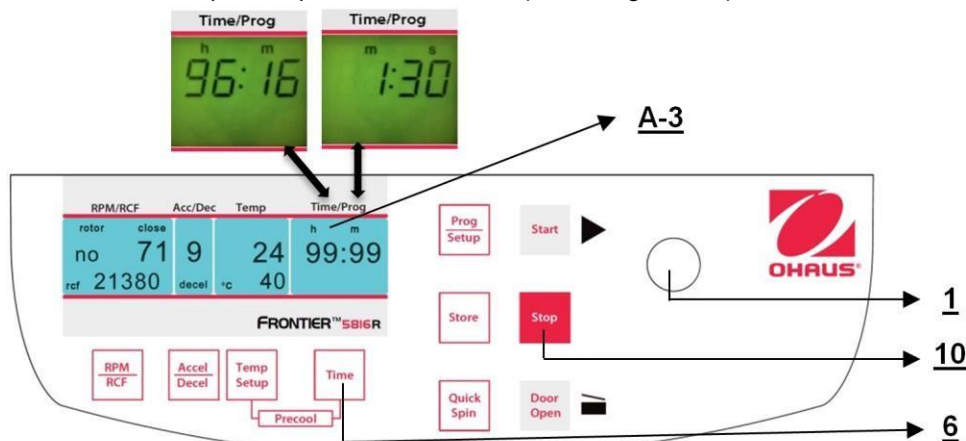

Figura 20
3. La operación continua "cont", que puede interrumpirse con el botón "Stop"(10) (vea la Figura 20).
Para establecer el valor deseado, use la perilla de ajuste (1). Después de exceder 59 min. 50 seg., la indicación cambia automáticamente a "h : m". Después de exceder 99 horas 59 min., aparece la palabra "cont" en la pantalla "Time/Prog" (A-3). Esta operación continua solo puede interrumpirse al presionar el botón "Stop" (10). El conteo regresivo del tiempo inicia una vez que se alcanza la velocidad establecida. La pantalla siempre muestra el tiempo de operación restante. (Vea la figura 20.)
Si las muestras son sensibles a la temperatura, es útil preenfriar la centrifuga, el rotor y eventualmente los portatubos a la temperatura de trabajo requerida. Por lo tanto, inserte el rotor deseado y preajuste la temperatura respectiva. Al presionar en forma simultánea los botones **"Temp/Setup"** (13) (vea la Figura 20) y **"Time"** (6), inicia la operación. Durante la operación, la unidad selecciona automáticamente una velocidad rotacional que es equivalente al 20% de la velocidad rotacional permitida del rotor respectivo. Después de que se alcanza la temperatura predeterminada, puede salir de la operación de preenfriamiento con el botón **"Stop"** (10). Dependiendo del rotor insertado, el preenfriamiento dura aproximadamente entre 10 y 20 minutos.